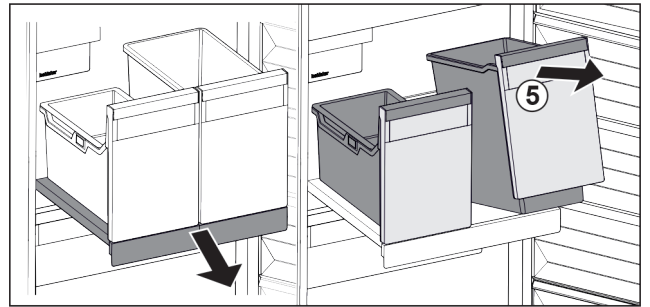

Fig. 18
- ▶ Sollevare il contenitore Fig. 18 (5) dal lato anteriore.